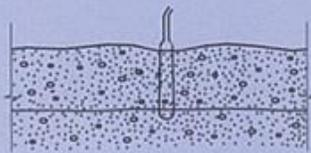

Figura 1
7.1. Sumerja el vibrador en la masa verticalmente (Figura 1) y extráigalo en posición inclinada (Figura 2) para que no queden agujeros en la masa.